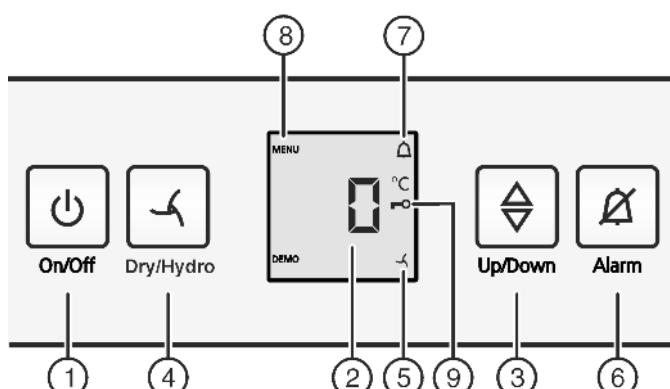

Fig. 2
- Fig. 2
(1) Кнопка On/Off	(6) Кнопка Alarm
(2) Индикатор температуры	(7) Символ Alarm
(3) Кнопка Вверх/Вниз	(8) Символ Меню
(4) Кнопка Dry/Hydro	(9) Символ Защита от детей
(5) Символ Dry/Hydro
- нажмите кнопку On/Off Fig. 2 (1).
- Активация режима настройки: удерживайте кнопку «Dry/Hydro» Fig. 2 (4) прибл. 6 секунд.
- Символ меню Fig. 2 (8) горит.
- Коротко нажмите кнопку Dry/Hydro Fig. 2 (4) для подтверждения.
- Для включения защиты от детей коротко нажмите кнопку Dry/Hydro Fig. 2 (4).
- Символ "Защита от детей" Fig. 2 (9) горит. На индикации мигает
- Для выключения защиты от детей коротко нажмите кнопку Dry/Hydro Fig. 2 (4).
- Символ защиты от детей Fig. 2 (9) гаснет. На индикации мигает
- Выход из режима настройки: Нажать кнопку "On/Off" Fig. 2 (1).
- Нажмите кнопку Alarm Fig. 2 (6).